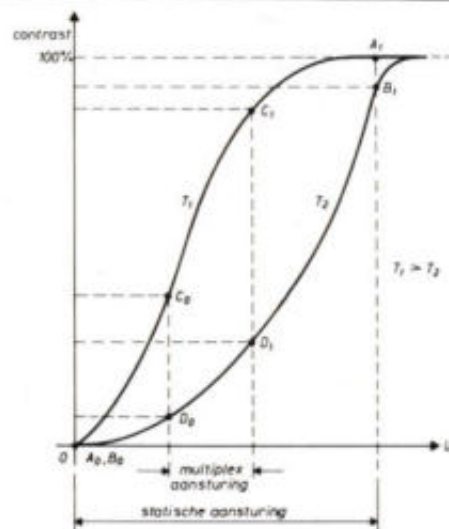

Fig. 5. Het verloop van de opto-elektrische karakteristiek is afhankelijk van het vloeistofkristalmateriaal.
- De opto-elektronische karakteristiek is ook afhankelijk van het toegepaste vloeistofkristalmateriaal, zie fig. 5. Wijzigingen in de karakteristiek door materiaalveranderingen, die bij in serie geproduceerde LCD's kunnen optreden, zijn niet geheel uit te sluiten. Deze ver-